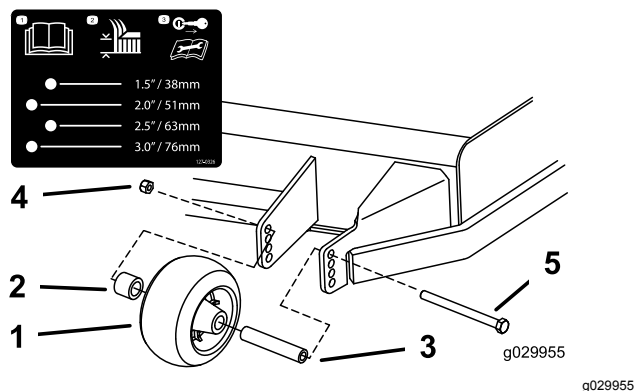
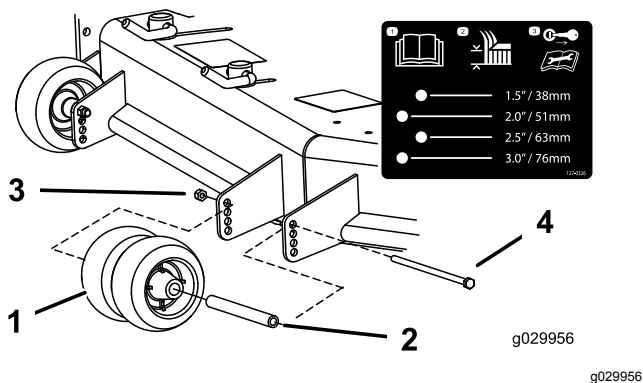
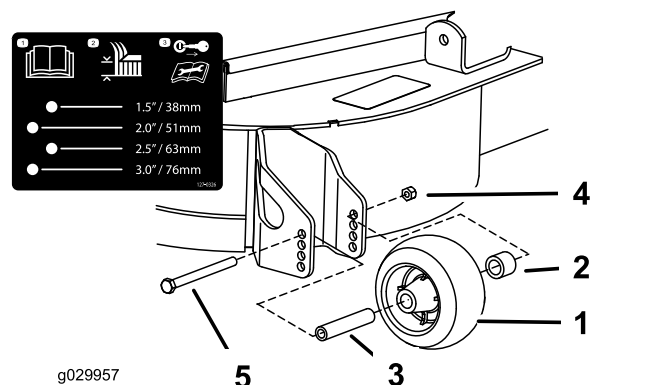

Figure 29
Figure 30
Figure 31
3. Réglez les galets anti-scalp comme montré à la **Figure 29**, la **Figure 30** et la **Figure 31**.